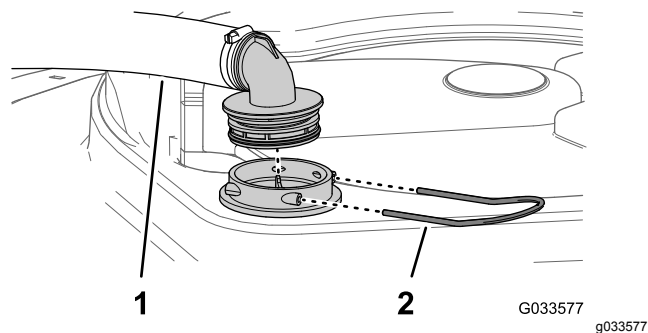

Рисунок 77
3. Отсоедините шланг и шланговый штуцер от корпуса фильтра (Рисунок 77).
2. В верхней части бака опрыскивателя снимите держатель, который крепит шланговый штуцер, подсоединенный к большому шлангу, идущему от корпуса фильтра (Рисунок 77).